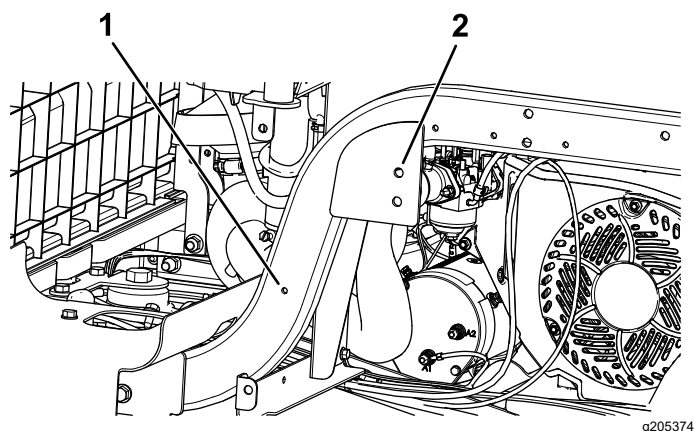

Figura 20
- Alinhe um suporte do ROPS com os 2 furos por trás da base do banco e o furo para a frente da calha da estrutura como se mostra na Figura 20.
3. Marque os locais dos furos para o suporte do ROPS (Figura 20).